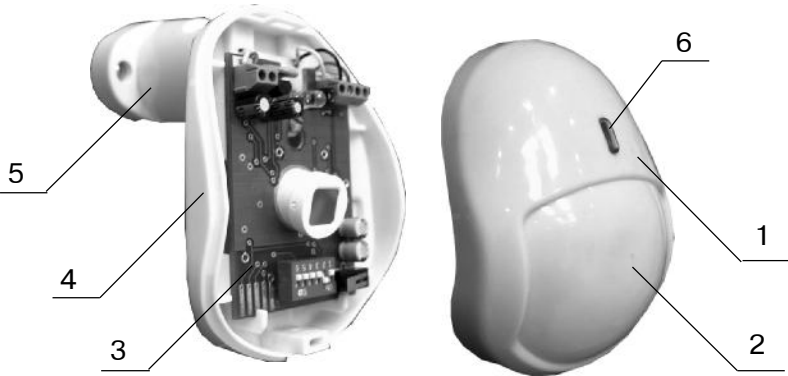

Рис. 24 Конструкция ИКШС-А
Конструкция ИКШС-А приведена на рис. 24. Основными элементами извещателя являются: крышка (1), линза Френеля (2), печатная плата (3), основание (4) кронштейн (5). На передней крышке извещателя расположен индикатор режима работы (6). На печатной плате расположены контактные колодки для подключения внешних цепей (схема подключения приведена на рис. 35).
- снимите крышку, вывернув при помощи отвертки винт, расположенный в нижней части основания извещателя (рис.24).